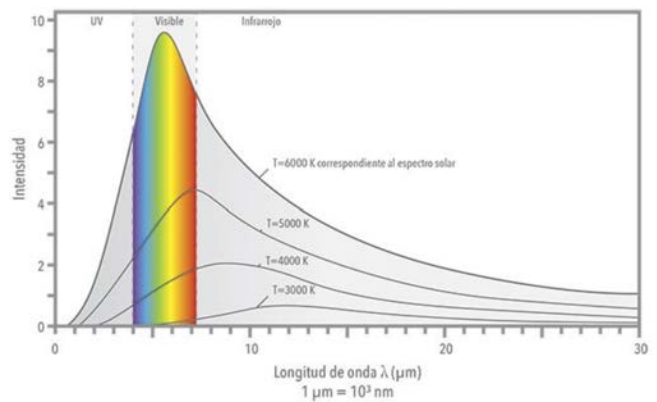

Figura 3. Relación entre longitud de onda, intensidad de la radiación y temperatura del emisor. Fuente: Kipp & Zonen
La unidad de medición en el Sistema Internacional para la irradiancia (flujo de radiación) es el Watt por metro cuadrado (W/m^2) mientras que la Irradiación es la energía por unidad de área, es decir, que se mide en Watt-hora por metro cuadrado (Wh/m^2). Debido a que la distancia entre La Tierra y el Sol es de 150 millones de kilómetros, el flujo de radiación solar que alcanza la atmósfera terrestre es de $1.367 W/m^2$. Este valor es conocido como la Constante Solar. Dada la distancia, la radiación que alcanza a la Tierra proveniente del Sol es casi paralela. El rango de radiación varía desde alta energía ultravioleta (UV) hasta el infrarrojo cercano (IRC). Entre estos valores se encuentra el "espectro visible" con longitudes de onda que van desde los 400 nm a 700 nm como se muestra en la Figura 3.